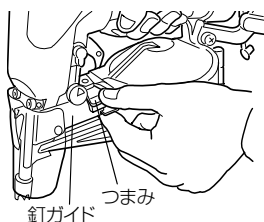

図 6
- 釘ガイドとつまみに指を掛け、つまみを押し開きます。(図6)